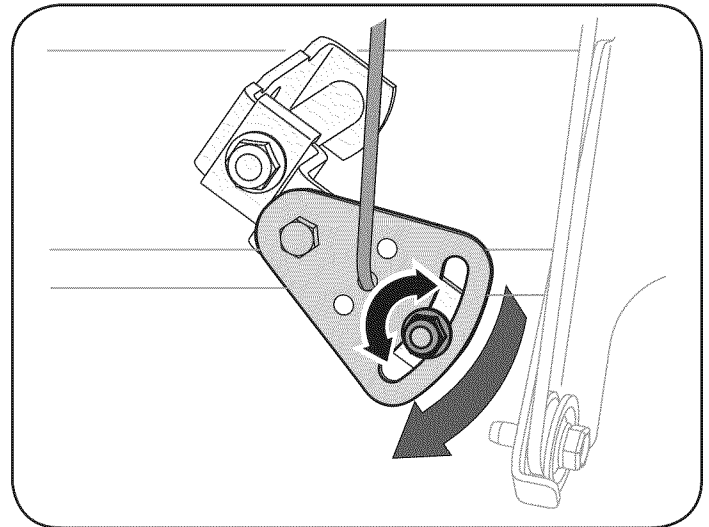

Figura 25
2. Afloje la tuerca hexagonal del soporte de posicionamiento del cable de cambios. Vea la figura 25.